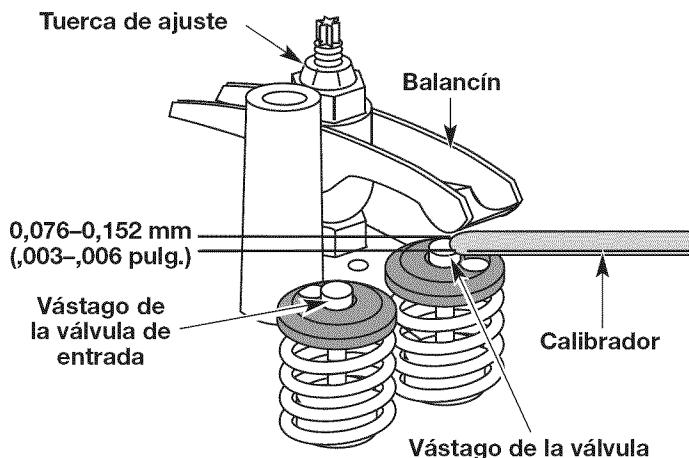

Fig. 27
- a. Gire la tuerca de ajuste con una llave de 8 mm (5/16 pulgadas) o una guía de tuercas (Fig. 27).